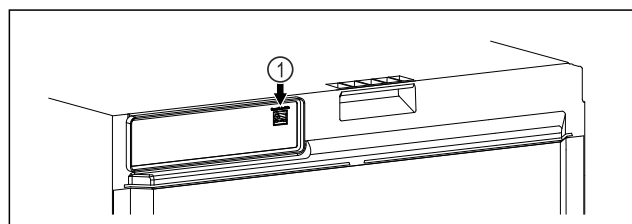

Fig. 104
- SmartModule Fig. 104 (1) ist eingesetzt.